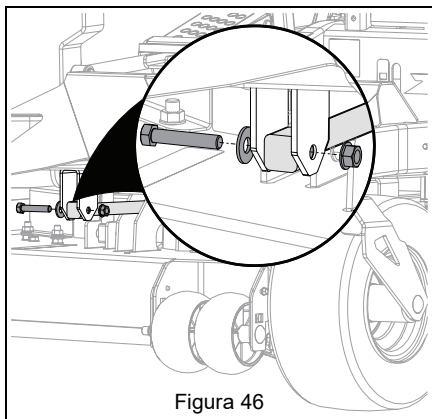

Figura 46
6. Quite la tornillería que sujeta las barras de acoplamiento al bastidor. Consulte Figura 46.